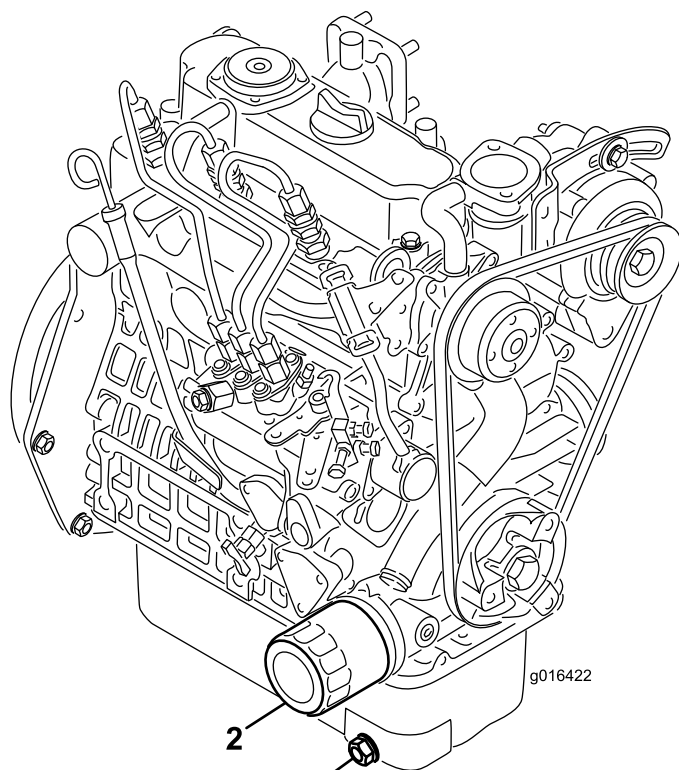

图 33
1. 拆下排油塞图 33 让油流入放油盘。油不再流时安装排油塞。